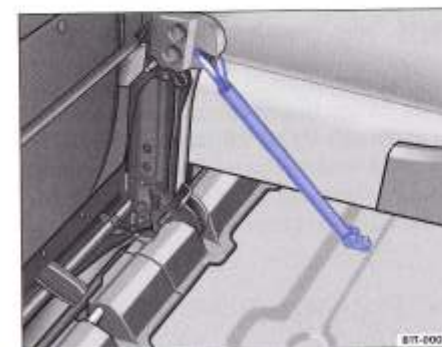

Fig. 64 Scaun pliat cu bară de sprijin.
– Asigurați scaunul pliat cu bara → fig. 64. Apăsați tija în ancorajul scaunului, până se fixează.